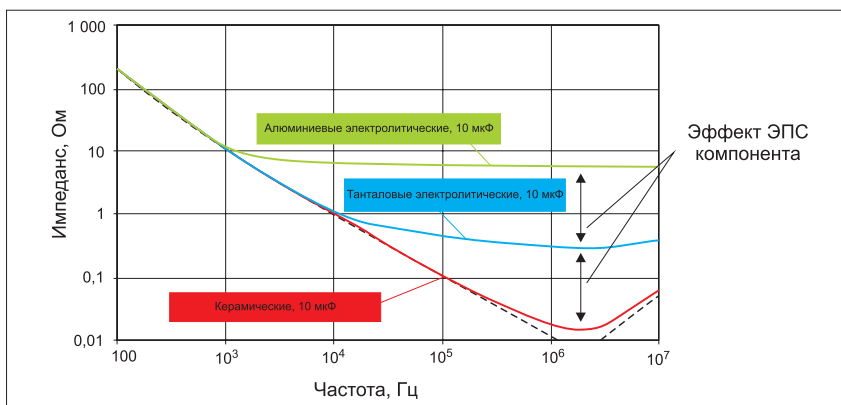

Рис. 2. Характеристики импеданса алюминиевых, танталовых электролитических и керамических конденсаторов
- ЭПС стремится быть выше, но импеданс является стабильным в зависимости от частоты (см. рис. 2).